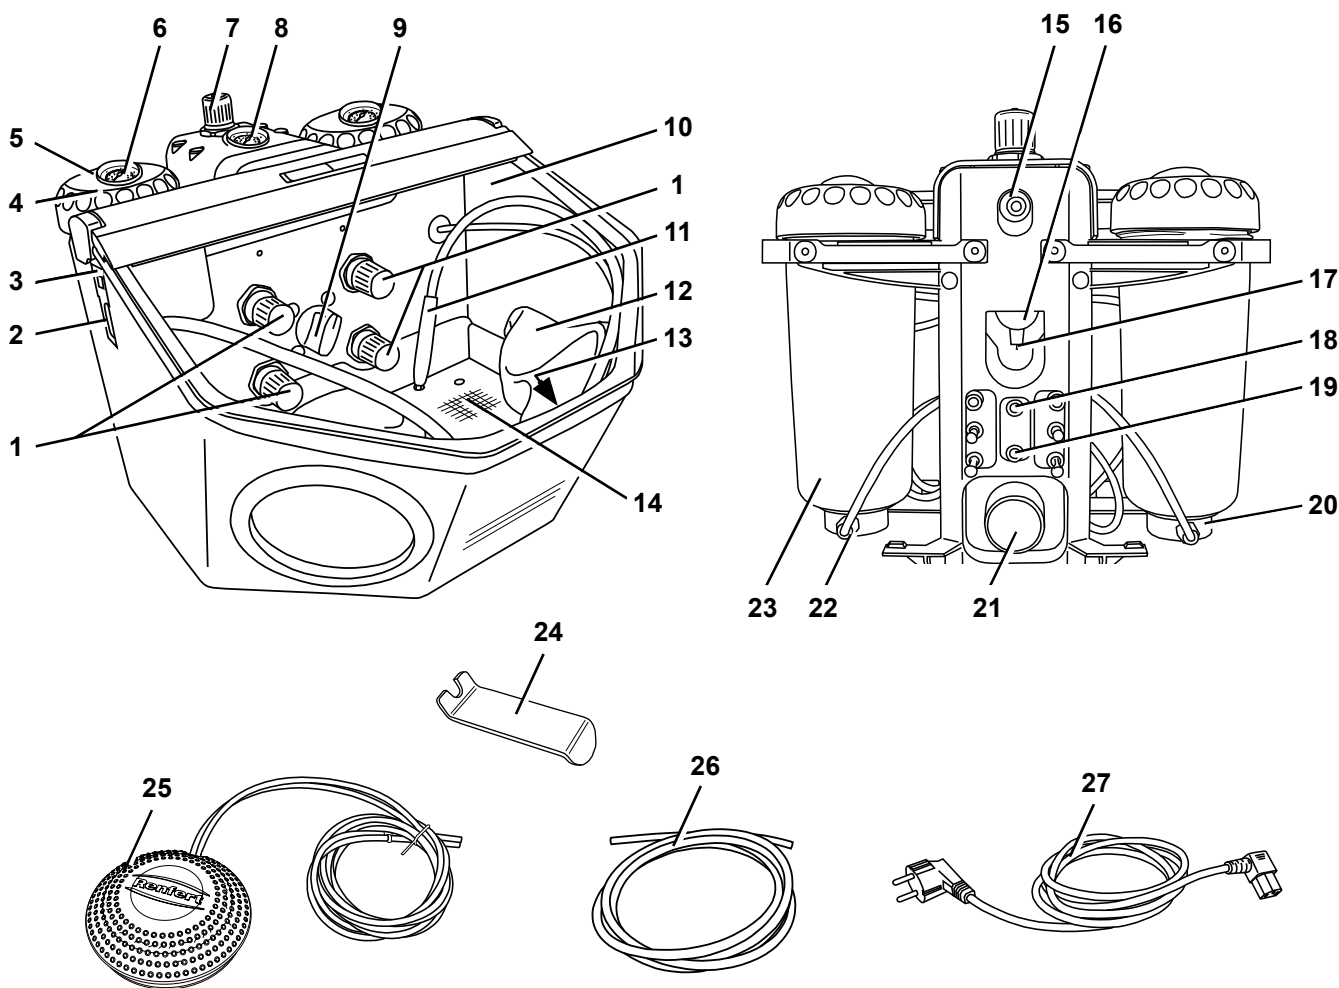

Abb. 1
- Druckluftschlauch (26) bis zum Anschlag in Schlauchanschluss (15) einstecken. Dabei ist ein leichter Widerstand spürbar zu überwinden.
- Prüfen das Anschlussdruck im erforderlichen Bereich liegt (siehe tech. Daten). Anzeige erfolgt am Manometer (8, Abb. 1).